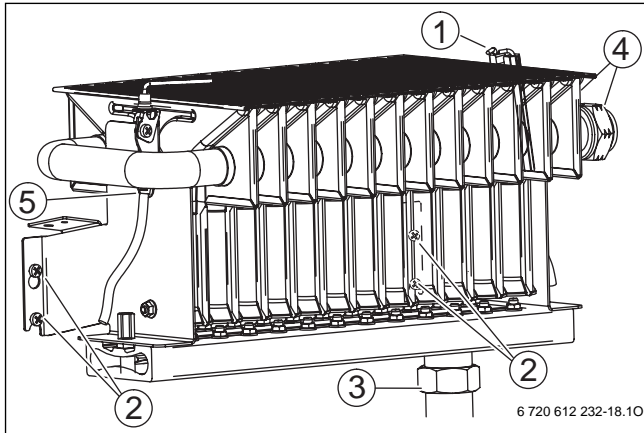

Bild 44 Baugruppe Brenner
- ▶ Steckverbinder an den Zündelektroden [1] vorsichtig abziehen (→ Bild 44).